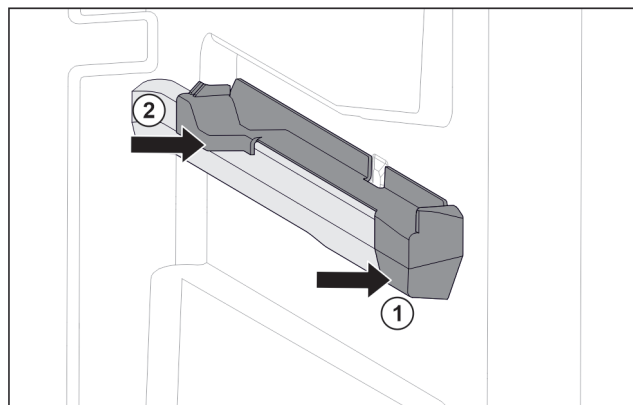

Fig. 25 Elemento inseribile sulla nervatura destra del contenitore
- Posizionare l'elemento inseribile sulla parte anteriore della nervatura del contenitore. Fig. 25 (1)
- Premere l'elemento inseribile sulla parte posteriore. Fig. 25 (2)